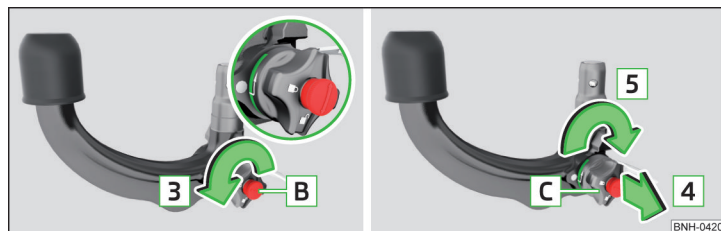

Fig. 131 Reglarea poziției de disponibilitate
- > Rotiți cheia [B] până la capăt în sensul săgeții [3], astfel încât săgeata de pe cheie să fie orientată spre simbolul ⚠ » fig. 131.